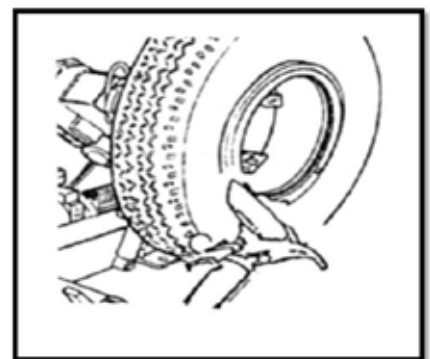

Рис. 24
- (4) Переведите инструментальную консоль к внешней стороне колеса и опустите ее в рабочее положение. Диск для отрыва борта должен быть направлен на колесо. Вращая колесо, переведите диск вперед, чтобы вставить его под борт шины.
- (5) Установите разъемное кольцо на обод и зафиксируйте стопорной гайкой (рис. 24).
- (6) Переведите инструментальную консоль в исходное положение, отпустите зажим и передвиньте платформу так, чтобы снять колесо с оси.
- Проверьте уровень гидравлической жидкости в гидроприводе, при необходимости – долейте (рис. 24, поз. 1). Штоки гидроцилиндров подъема колеса и передвижения каретки должны быть задвинуты, зажимное устройство диска должно быть в закрытом положении.